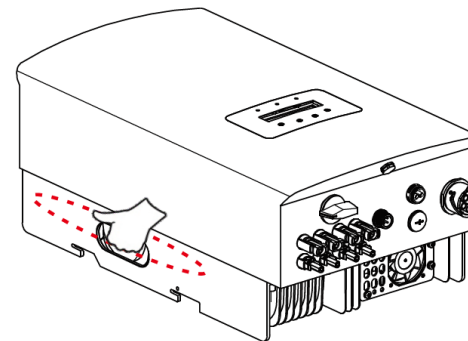

Рисунок 4.2 – Перемещение инвертора
2. Откройте коробку. Затем извлеките инвертор, взявшись за отверстия с обеих сторон, обозначенные красной штриховой линией на рисунке. См. Рисунок 4.2 ниже.